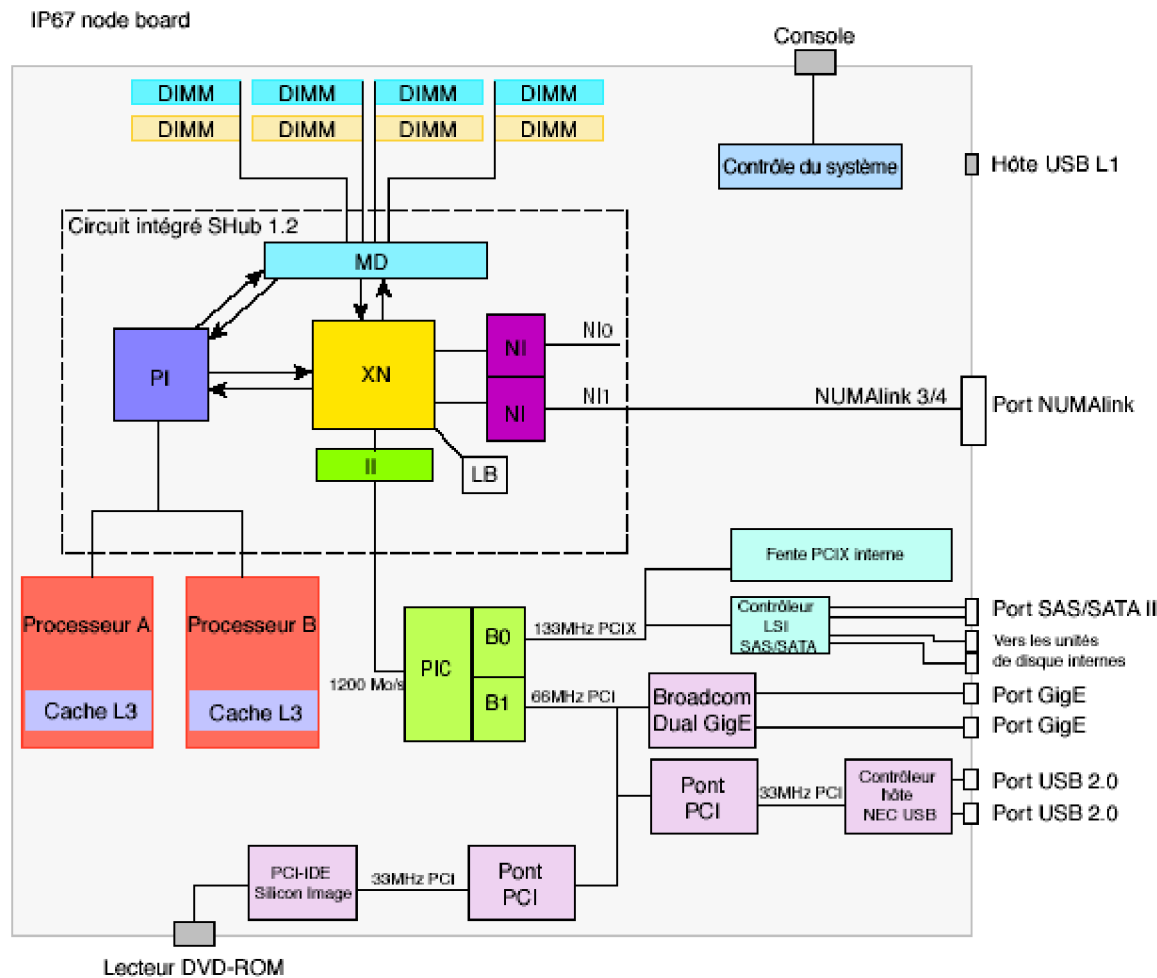

Figure 3-4 Schéma de carte de nœuds
- Un ou deux processeurs Intel Itanium 2 (portant l'étiquette UC dans la figure 3-4). Chaque processeur a des caches L1, L2 et L3 intégrés.